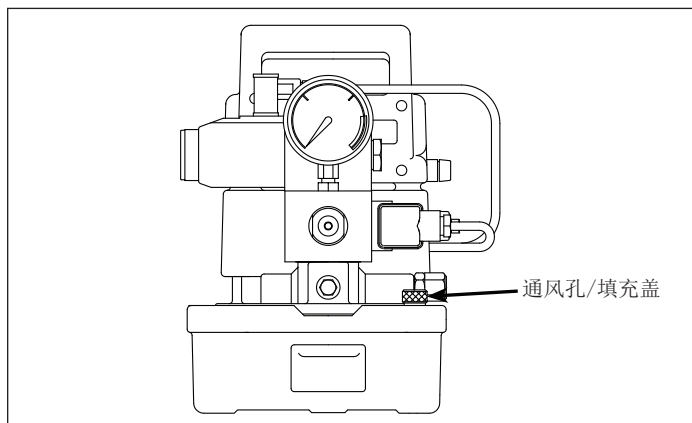

图 4，通风孔/填充盖
松动并拆下通风孔/填充盖，检查油位（见图 4）。添加 Enerpac 液压油，直至油位达到通风孔/填充盖开口下 1 cm [½ in] 处。
3. 转动位于油箱前部右侧角落的泵通风孔/填充盖整整 1 圈或 2 圈，将其打开（见图 4）。